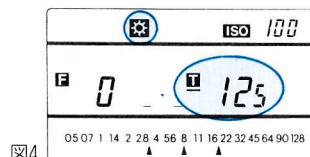

図4
- (1) モード切換えスイッチを ☒ マークに合わせ電源スイッチをONしてください。常光測定ができます。
- (2) T優先モード(F測定)、F優先モード(T測定)およびEV測定の切換えはF/T/EV/MULTIキーを押すことにより順次変換表示されます。
- (3) T優先モードの初期表示はT125です。(図4)